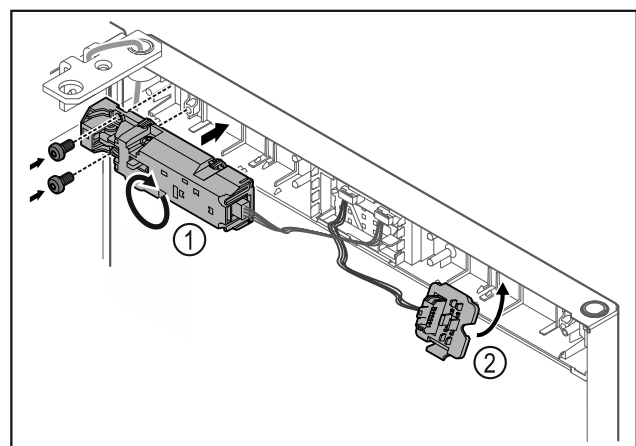

Fig. 18
- ▶ Obrócić o 180° zdalną blokadę Fig. 18 (1) i zamocować po drugiej stronie.
- ▶ Zatrzasnąć uchwyt wtyczki Fig. 18 (2) po przeciwnej stronie.